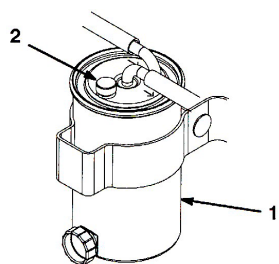

図 36
2. 燃料フィルタの上についているプライマ・ボタンを、抵抗が出てくるまで何度か押す (図36)。